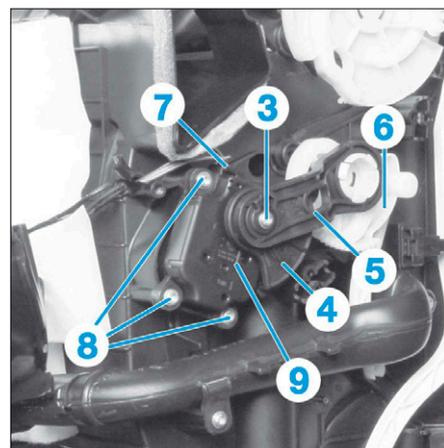

FIG. 36
- la vis (3) (Fig.36).
- l'engrenage (4) avec la biellette (5),
- la biellette (5) de l'engrenage (6).